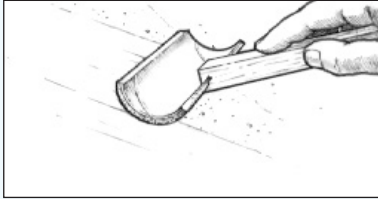

Figura 31 Peine el recubrimiento arrastrando una brocha de espuma ligeramente sobre el epoxi fresco.
8. “Peine” el recubrimiento arrastrando suavemente una brocha de espuma sobre el epoxi fresco en largas pasadas homogéneas y solapadas después de aplicar cada lote. Utilice suficiente presión para alisar la superficie, pero no demasiada para no eliminar el epoxi aplicado (*Figura 31*). Alterne el sentido de peinado de cada capa, la primera capa en sentido vertical, la segunda en sentido horizontal, la tercera en sentido vertical, etc. Un Recambio de Rodillo 800 de WEST SYSTEM puede cortarse en segmentos para formar una “brocha de peinado” excelente.